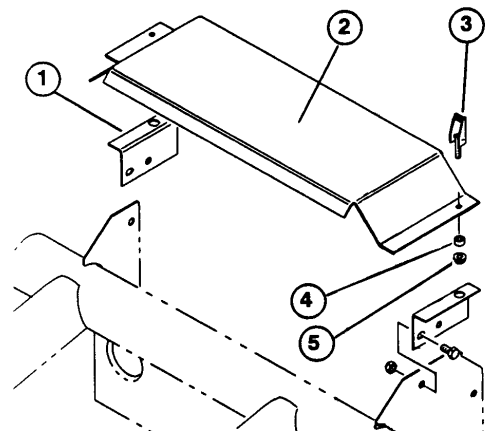

Fig. 1
4. Stikk et lås inn i radiatordekselets festehull som vist på fig. 1. Fest låsene til hver side med et gummøyne og en plastmutter.